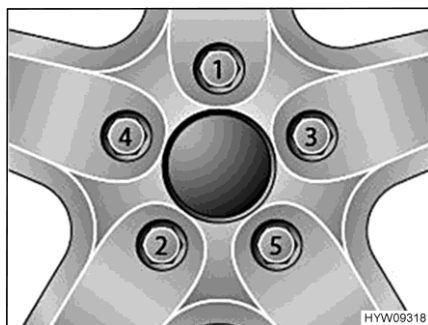

Fig. 114 Serraggio a croce di dadi delle ruote e bulloni delle ruote
- Serrare i dadi delle ruote o i bulloni delle ruote nell'ordine riportato in Fig. 114. A tale scopo, utilizzare una chiave dinamometrica e rispettare la coppia di serraggio indicata (vedi paragrafo 14.5).
- Controllare regolarmente il serraggio dei dadi o dei bulloni. Regolare il serraggio dei dadi delle ruote o dei bulloni delle ruote di una ruota sostituita dopo circa 50 km. A tale scopo, procedere seguendo l'ordine indicato in Fig. 114.
- Se si utilizzano cerchioni nuovi o riverniciati, regolare il serraggio dei bulloni o dei dadi dopo altri 1000 - 5000 km. A tale scopo, procedere seguendo l'ordine indicato in Fig. 114.